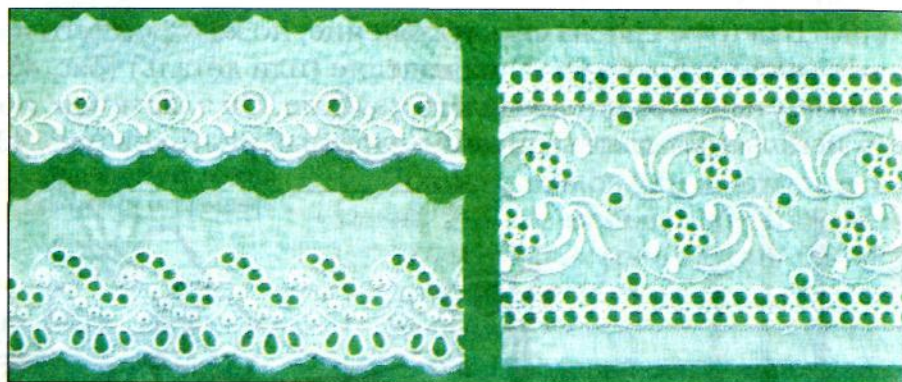

Рис. 44. Шитье
*Шитье* — это полоска тонкой отбеленной хлопчатобумажной ткани с отверстиями, включенными в композицию вышивки, выполненной на специальных машинах (рис. 44).